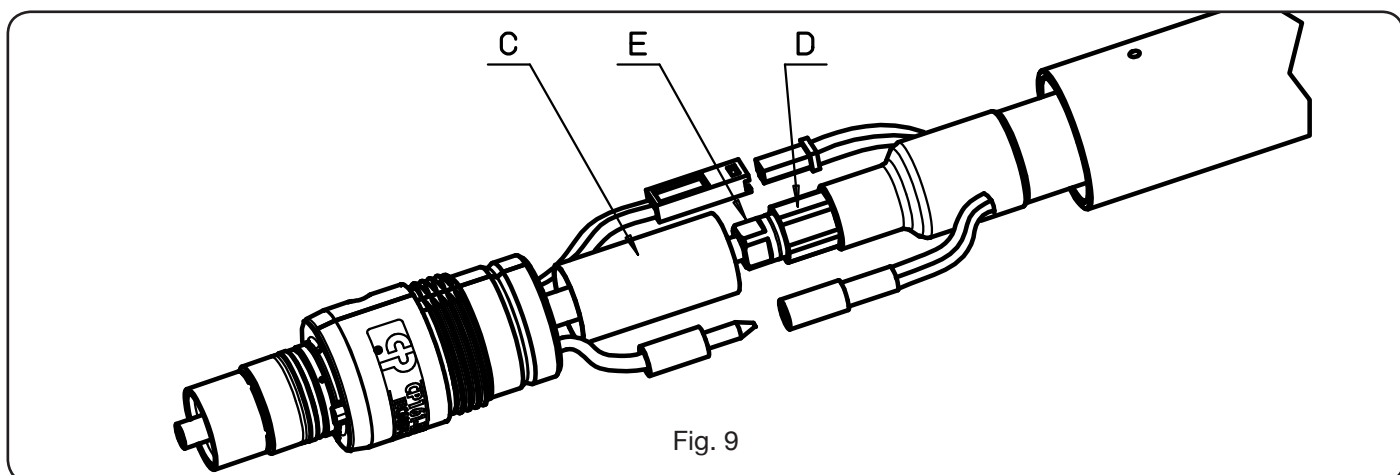

Fig. 9
- Avvitare i raccordi **D** ed **E** rispettando l'orientamento indicato in Fig.9.